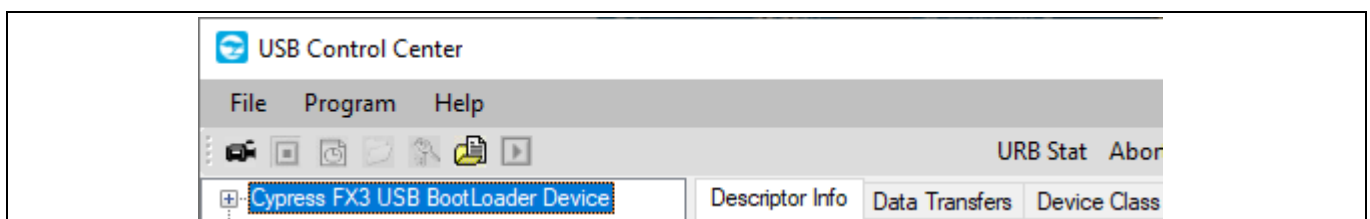

Figure 49 EZ-USB™ FX3 がブートローダとして列挙
- a) Control Center アプリケーションを開始します。EZ-USB™ FX3 Explorer 基板を接続すると、インフィニオン EZ-USB™ FX3 USB ブートローダデバイスとして認識されます (Figure 49)。